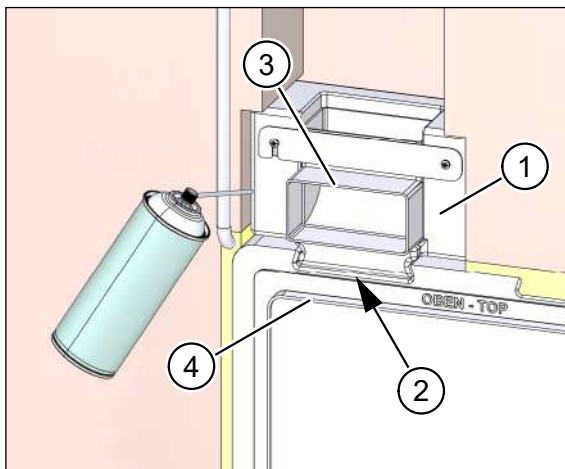
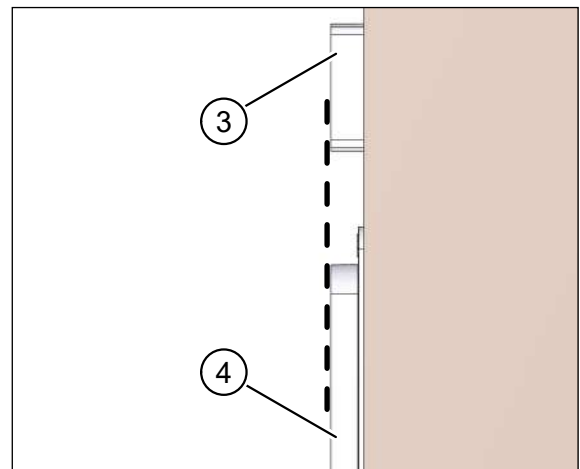

Abb. 24: Kanalanschlussadapter einsetzen und einschäumen
Abb. 25: Flachkanal-Winkel bündig zum Putzrahmen
- ▶ Setzen Sie den Kanalanschlussadapter (Pos. 1 in Abb. 24) in die Führung (Pos. 2 in Abb. 24) an der Oberseite des Mauerkastens ein (gemäß Planungsunterlagen abluftseitig, zuluftseitig oder beidseitig).
- ▶ Schieben Sie den Kanalanschlussadapter soweit ein, dass der Flachkanal-Winkel (Pos. 3 in Abb. 24 und Abb. 25) bündig mit dem Putzrahmen (Pos. 4 in Abb. 24 und Abb. 25) abschließt.